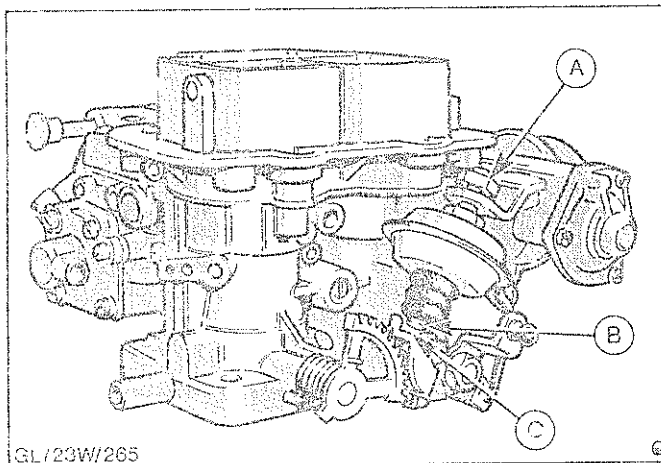

Abb.29 Schließdämpfer einstellen (Doppelvergaser)
- a) Dämpfer nach unten drehen, bis ein Spiel von 0,05 mm zwischen Dämpferstange "B" in Abb.29 und Drosselklappenhebel "C" gemessen wird.
- c) Kontermutter "A" in Abb.29 kontern.